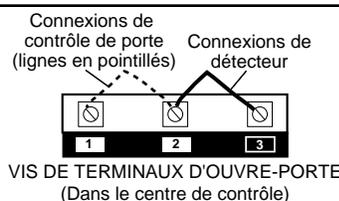

Figure 3
7. Connectez le fil du contrôle de porte sur les vis de terminaux de l'ouvre-porte: blanc vers 2 et blanc/rouge vers 1. (voir figure 3).